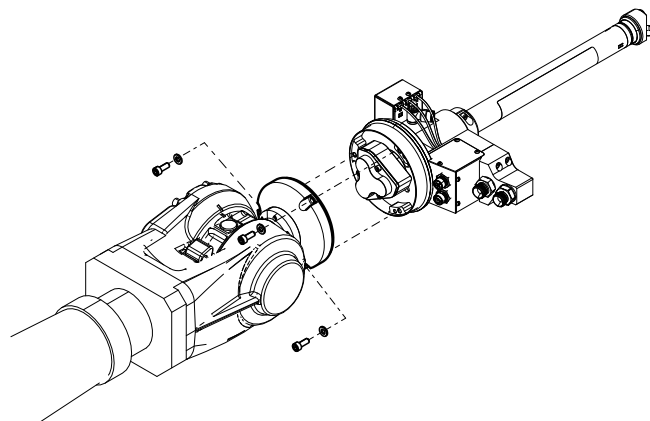

FIG. 8
5. Retirar os parafusos que fixam a caixa do suporte giratório (619) ao suporte anti-rotação.
6. Desaparafuse os três parafusos que montam a pistola 3D de comutação na flange de montagem no robô. Consulte a FIG. 8.